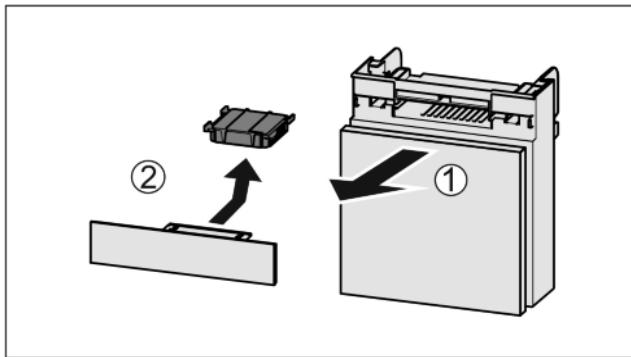

Fig. 51
- Издърпайте Fig. 51 (1) напред от отделението.
- Извадете Fig. 51 (2) филтъра с активен въглен.